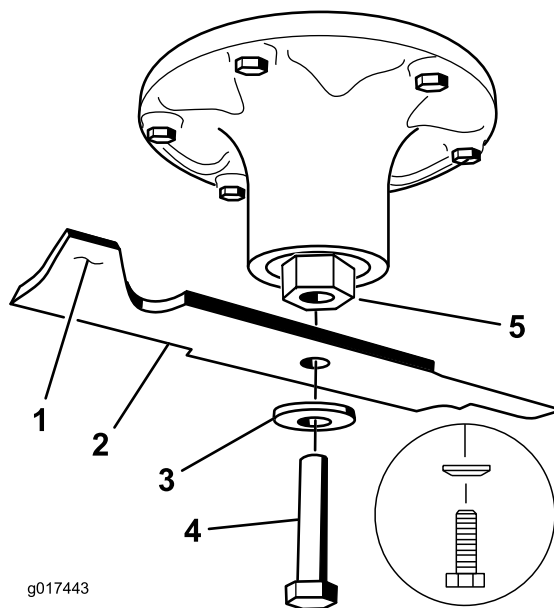

Figure 115
- Enlevez des axes des lames gauche et centrale, le boulon de lame, la rondelle bombée et la lame (Figure 115).
- Reposez sur les axes, les lames gauche et centrale, les rondelles bombées et les boulons de lame (Figure 115 et Figure 116).
**Remarque:** Orientez le cône de la rondelle bombée vers la tête du boulon (Figure 115).
- Posez sur l'axe, la lame droite, la rondelle bombée et le boulon (fileté à gauche) (Figure 115 et Figure 116).